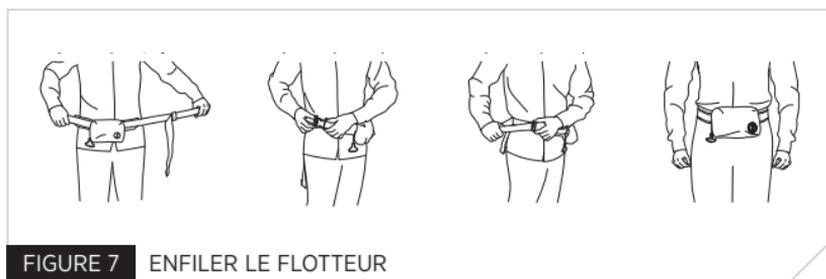

FIGURE 7 ENFILER LE FLOTTEUR
1. Passez la ceinture autour de votre taille et attachez la boucle (voir figure 7).